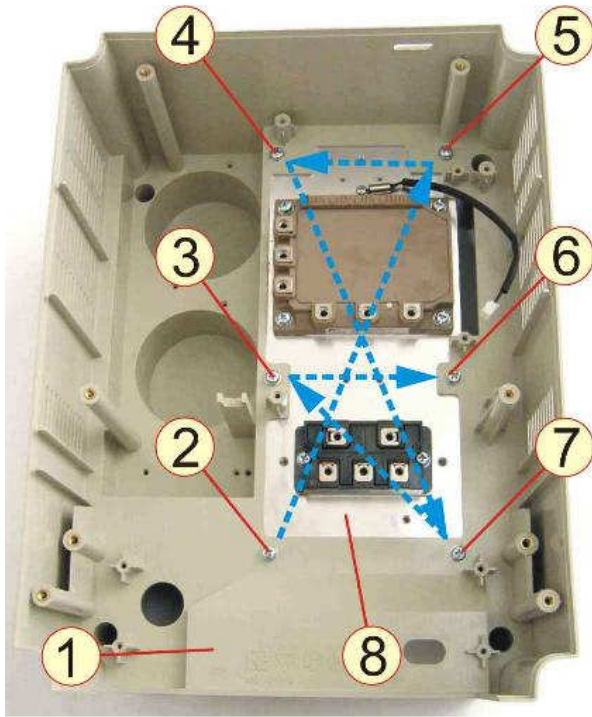

Рис.7.29
7.17.2 Взять корпус, установить его сверху на радиатор (рис.7.29).
7.17.3 Вкрутить, не затягивая, шесть винтов 2 – 7 (рис.7.29). Затянуть винты в последовательности 2-5-4-7-3-6.